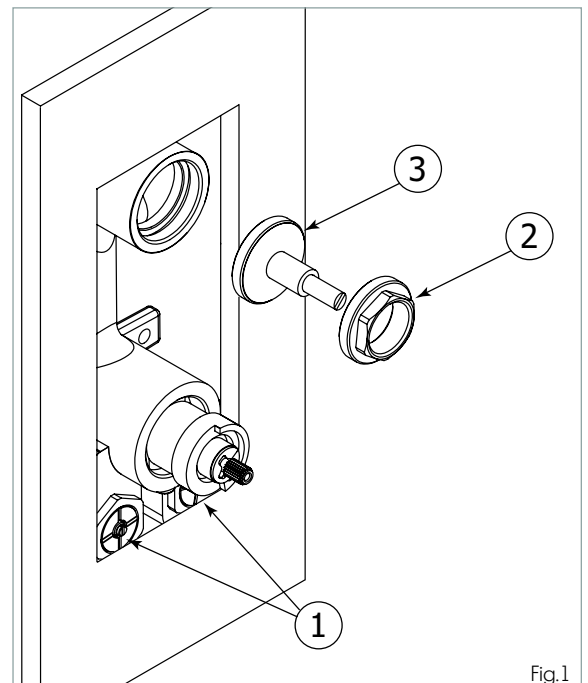

Fig.1
First, shut off the 2 check-valves (1), afterwards, unscrew the large nut (2) and remove the protective plug (3) (see Fig. 1)
Premièrement, fermer les 2 valves d'arrêt (1), dévisser ensuite l'écrou (2) et retirer le capuchon protecteur (3) (Voir Fig. 1).